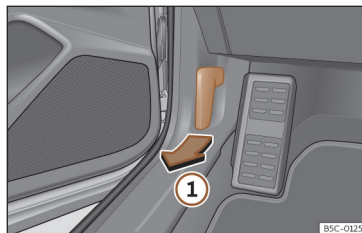

Fig. 189 Alavanca de desbloqueio no espaço para a zona dos pés do condutor.
- Abra a porta e puxe pelo manípulo que existe debaixo do painel de instrumentos >>> **Fig. 189 ①**.